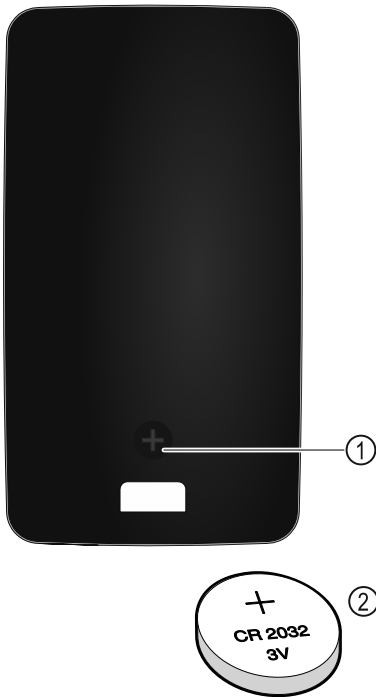

Fig. 229
Электропитание пульта дистанционного управления осуществляется через аккумуляторную батарею типа CR 2032 с 3В Fig. 229 (2), которую можно приобрести в специализированных магазинах.
- ▶ Выкрутите винт Fig. 229 (1) на обратной стороне пульта дистанционного управления.